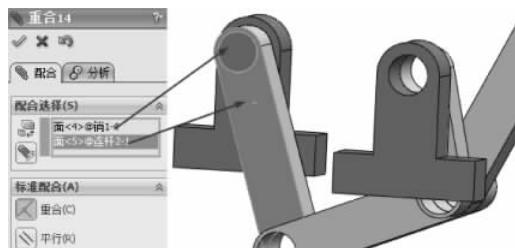

图 3-192 重合配合
(24) 继续配合约束,选择【标准配合】选项组下的【重合】配合类型 ,在【要配合的实体】选择框  中选择如图 3-192 所示的面,其他保持默认,单击【确定】按钮 ,完成重合配合。